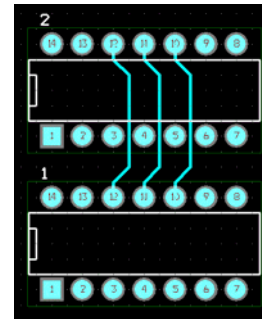

рис. 3-38
- **Уровень А (дизайн обычной сложности; предпочтительный).** Согласно технологии, возможно провести один трек между двумя выводами стандартной DIP-микросхемы55 (рис. 3-38). Минимальное расстояние между треками – 12 милей.